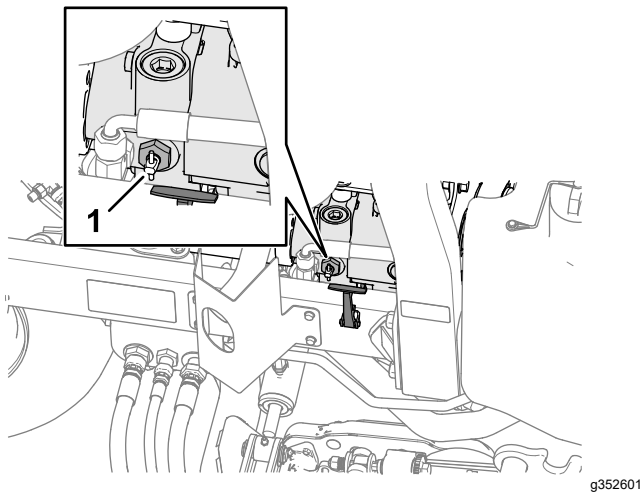

Figure 52
2. Près du loquet de capot droit, tournez la vanne de dérivation sur la pompe (Figure 52) de 90° à l'aide de la poignée.